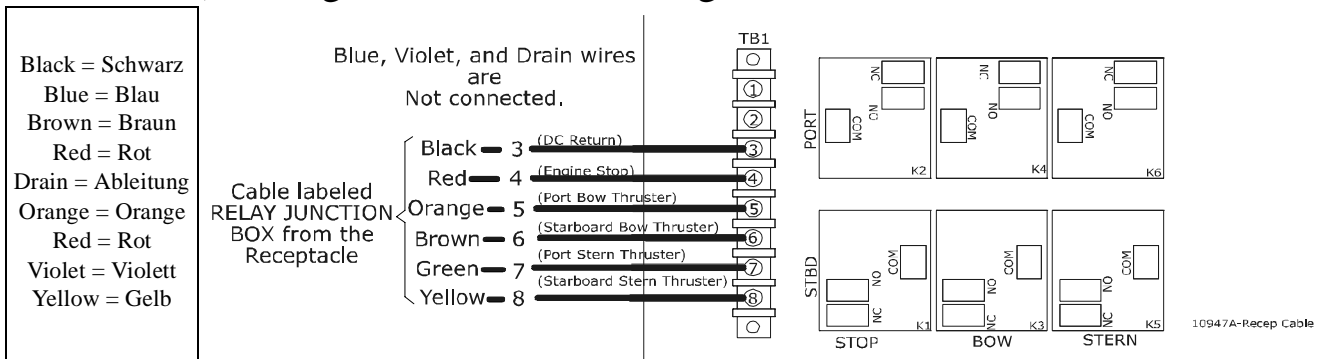

Abbildung 22: Verdrahtungsschema des Buchsenkabels für die Verteilerdose
- E) Schließen Sie die Adern im Innern der Relaisverteilerdose wie in Abbildung 22: auf Seite 21 gezeigt an.